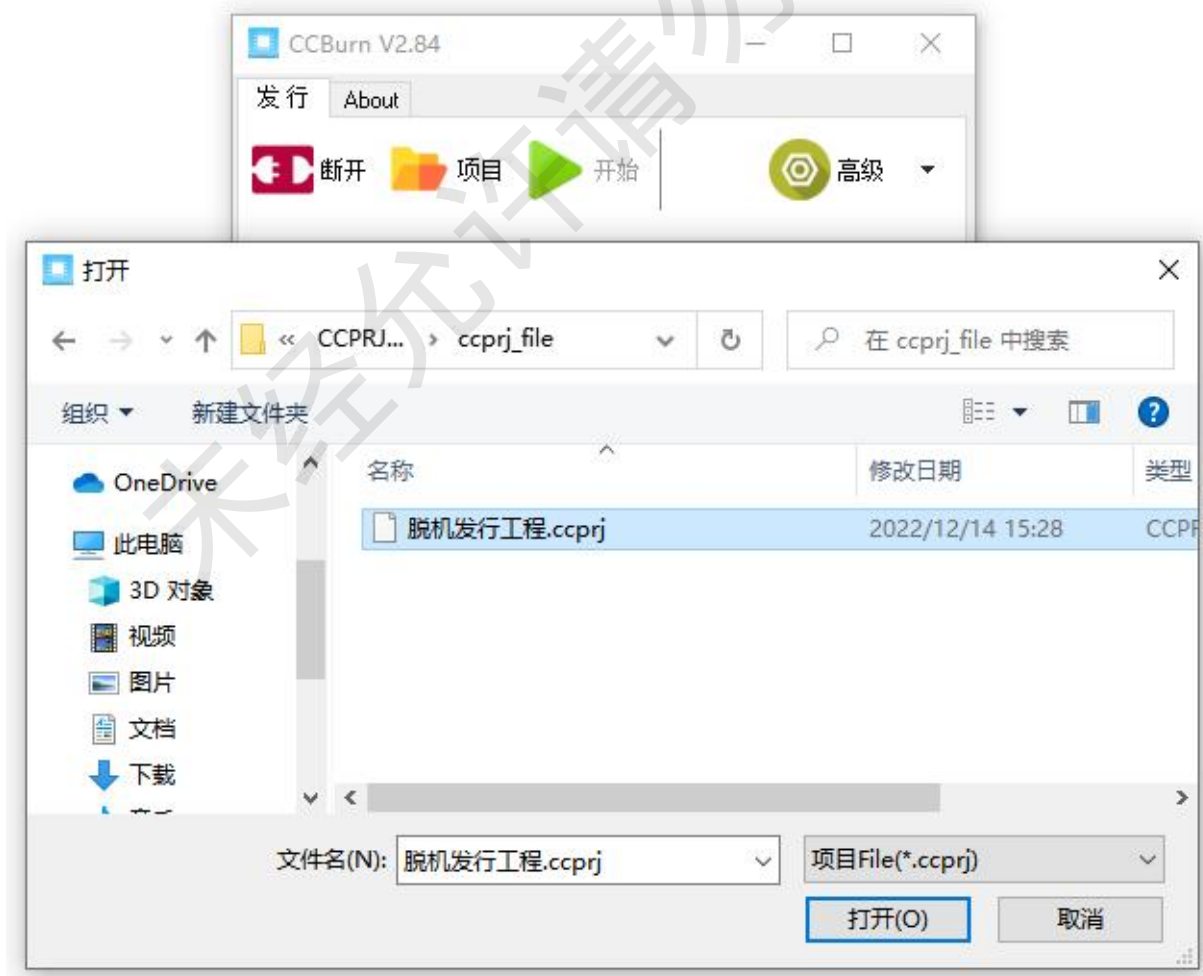

图 5-2
4. 选择 4.1.1 章节生成的脱机发行工程文件，如图 5-2 所示。